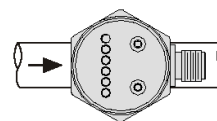

Fig. 4
4. Убедитесь, что SP-150 плотно закреплен для избежания протекания. Наилучшая чувствительность и самое быстрое действие достигается в направлении указанном на рис.4.